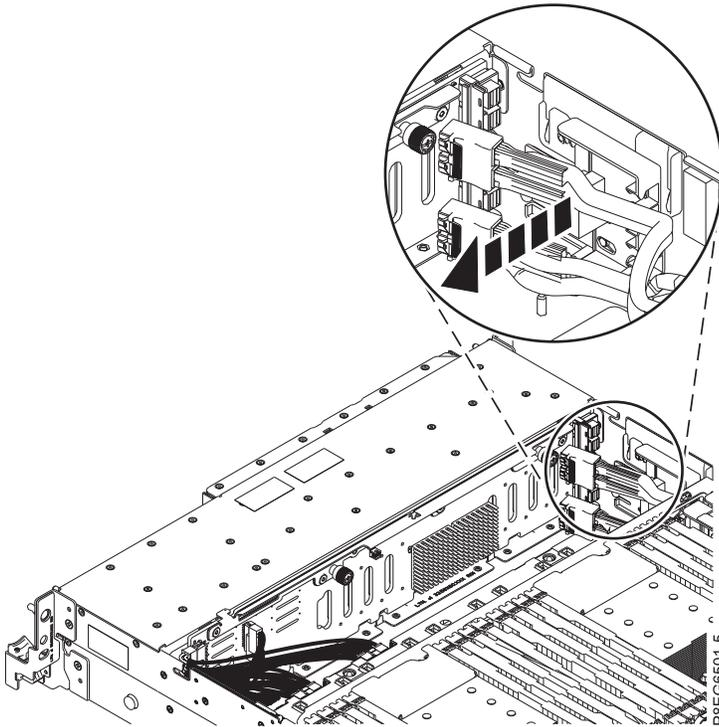

Abbildung 3. Vorderes SAS-Kabel aus Kabelführung entnehmen
4. Entnehmen Sie das vordere SAS-Kabel aus der Kabelführung auf der Seite des Systemchassis (siehe Abb. 3).